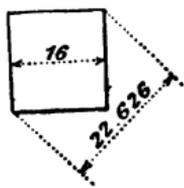

Fig. 109.
**Carré.** — Le carré est une figure plane dont les quatre côtés sont égaux et perpendiculaires entre eux (fig. 109).